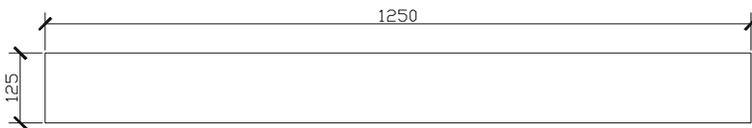

图 9-1-30
**STEP 01** 绘制如图 9-1-30 所示的矩形。
// 框选如图 9-1-33 所示的矩形，按 F3 键打开捕捉功能，捕捉该矩形的左下角点，再捕捉如图 9-1-30 所示的左下角点，其移动后的位置如图 9-1-36 所示